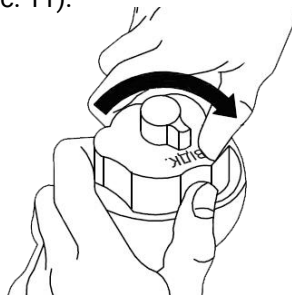

Рисунок 11. Схема відкриття дихального клапана паливного бака.
1. Відкрити дихальний клапан (в положення «ВІДК») засувкою кришки паливного бака (див. рис. 11).